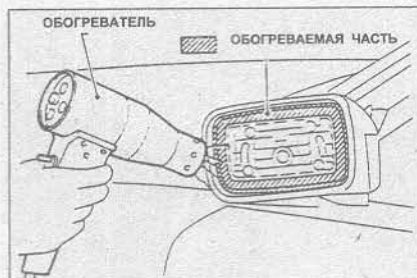

Рис. 11.19 Разогрейте заштрихованную область перед монтажом нового стекла (Глава 32)
- 6 Разогрейте снова места крепления и края заменяемого стекла (рис. 11.19), затем снимите защитное покрытие полос клея на стекле и вставьте его в основание (рис. 11.20), при этом будьте осторожны, не разбейте новое стекло и не повредите основание.